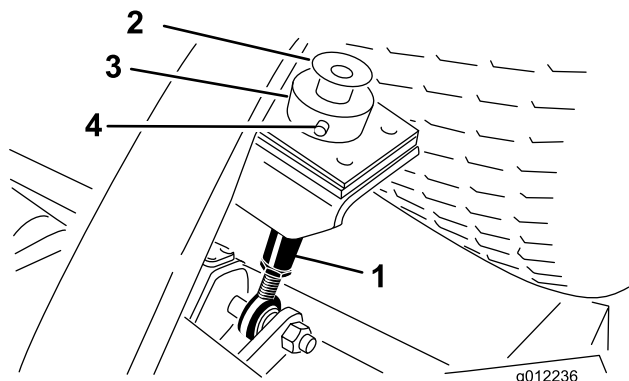

図 23
3. カuttingユニット後部で、刈高ロッドに刈高カラーを固定しているヘアピンとクレビスピンを外す(図 23)。刈高カラーを外す。
2. 各刈高ロッドの上部についているボルトとワッシャを外す(図 23)。